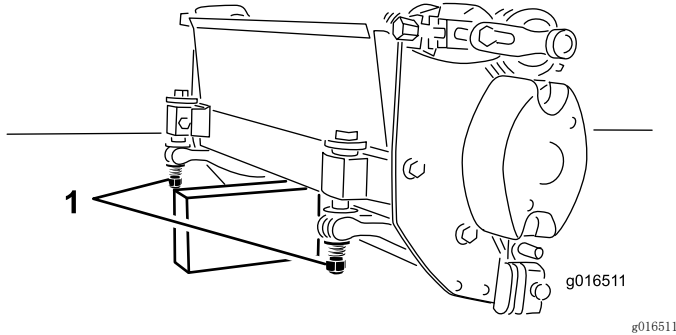

图10
当您需要翻转滚刀组以露出底刀/滚刀时，应支撑住滚刀组的后部，确保底刀架调节螺栓后端的螺母不会接触工作表面（图10）。
**注意：** 确保底刀架调节螺栓后端上的螺母不与工作表面接触（图10）。